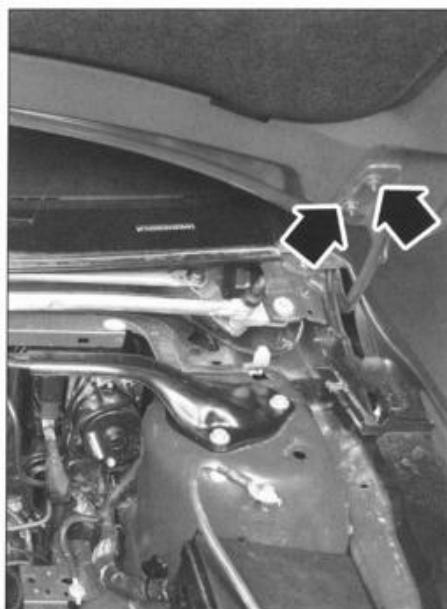

FIG. 17
- Desmontar los tornillos de fijación del capó (fig. 17) de los 2 lados.